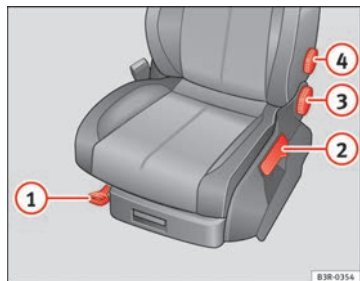

Abb. 105 Bedienelemente am Fahrersitz
- Den Hebel ① ⇒ Abb. 105 hochziehen und den Sitz in die gewünschte Position verschieben.
- Den Hebel ① loslassen und den Sitz weiter schieben, bis die Sitzverriegelung einrastet.
- Den Hebel ② ⇒ Abb. 105 mehrmals nach oben ziehen, bis die gewünschte Position erreicht ist.
- Das Handrad  ⇒ Abb. 105 drehen, um die Neigung der Lehne entsprechend einzustellen.
- Die Lehne entlasten und das Handrad  ⇒ Abb. 105 drehen, um die Lendenwirbelstütze einzustellen.